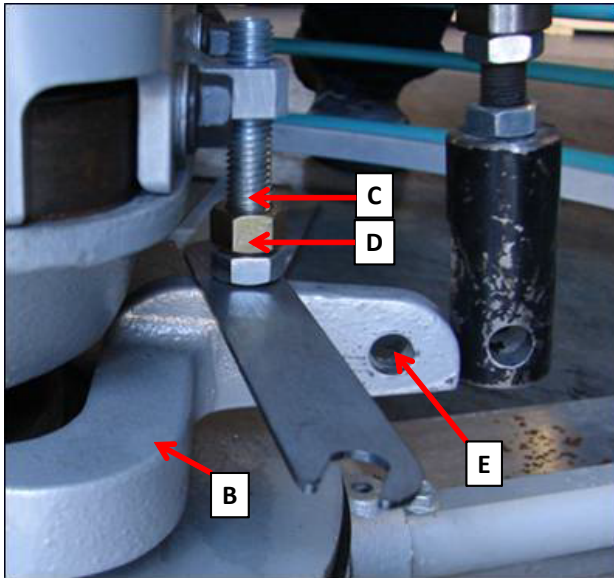

Figure 40. Réglage du pas zéro
3. Retirez l'axe de chape (Article E, Figure 40) du cylindre de pas en laissant la fourche (Article B, Figure 40) reposer sur le collier de poussée.
4. Desserrez le contre-écrou (Article C, Figure 40) avec une clé de $\frac{3}{4}$ ».
5. Réglez la distance entre la tête de la butée (Article D, Figure 40) et la fourche (Article B, Figure 40) à 0,075 » (acier de calibre 14, calibre # 32020).
6. Loctite et serrez le contre-écrou (Article C, Figure 40).
7. Réinstallez l'axe de chape (Article E, Figure 40) entre le cylindre de pas et la fourche.